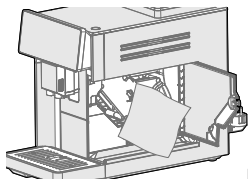

Fig. 5
7. Limpe o interior da câmara de extração com um pano úmido (Fig. 5).